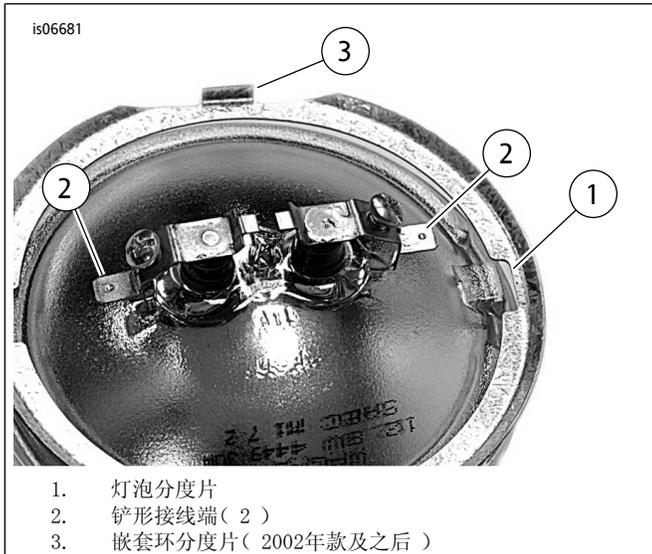

图3。辅助灯灯泡接线端
7. 参见图3。将内侧嵌套环置于灯泡上。将黑色电线连接至灯泡上的灯泡分度片(1)旁的灯泡铲形接线端。将灰色导线安装到余下的铲形接线端。